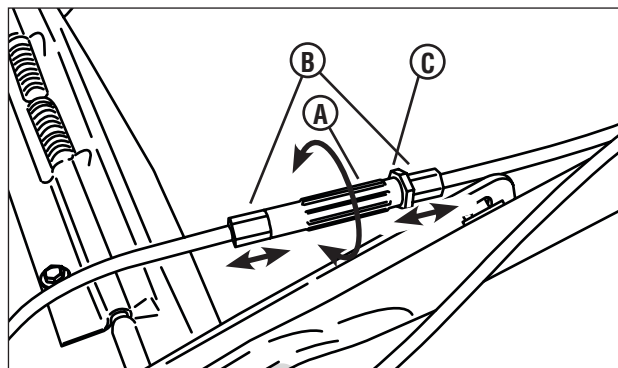

Figure 17 : Réglage du câble d'entraînement
- Si la transmission ne s'embraye pas, augmenter la tension du câble d'entraînement en desserrant l'écrou de blocage (**C, Figure 17**) et en tournant le tendeur (**A**) un demi-tour dans le sens opposé des aiguilles d'une montre pour déplacer les bagues d'extrémité (**B**) hors du tendeur. Serrer l'écrou de blocage contre le tendeur. Vérifier et répéter au besoin.